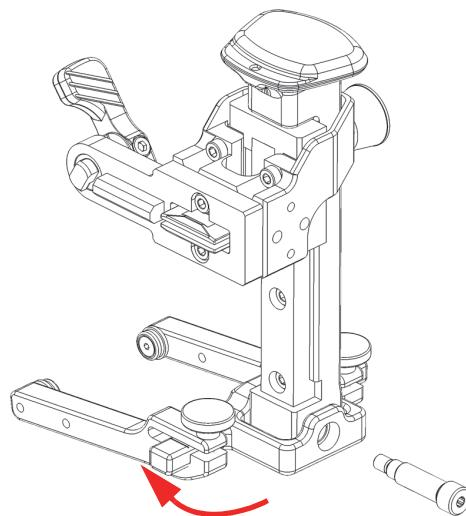

图 2-24 翻转轭的旋转梁
6. 将轭的旋转梁旋转180度，然后将弹簧加载臂的导轨重新滑入到轭的旋转梁中（参见第53页的图 2-24）。